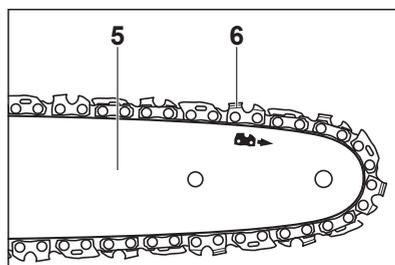

Fig. 5
- > La flèche indique le sens de rotation de la chaîne (fig. 5). Vérifiez que la chaîne [6] passe bien autour du pignon de renvoi [7] du guide-chaîne [5].